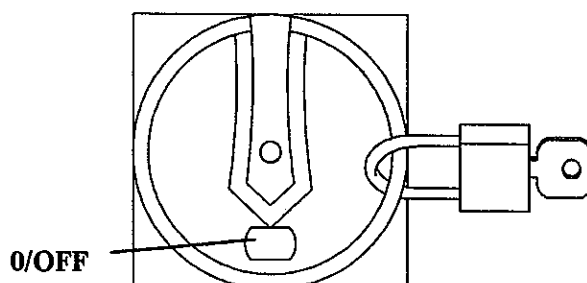

fig. 16
- Mechanically interlock the switch rotation and padlock into off position (*fig. 16*).
- Bloquear mecánicamente el giro del interruptor, mediante un candado o similar, a través del orificio. (*fig. 16*)
- Verrouiller mécaniquement la rotation de l'interrupteur, avec un cadenas ou similaire, par l'orifice (*fig. 16*).
- To remove and assemble the terminal box cover, the switch must be in 0/OFF position (*fig. 16*).
- Para poder desmontar y montar la tapa de la caja de bornes, es necesario que el mando del interruptor esté en posición 0/OFF (*fig. 16*).
- Pour démonter et monter le couvercle du boîtier de bornes, placer l'Interrupteur à la position 0/OFF (*fig. 16*).